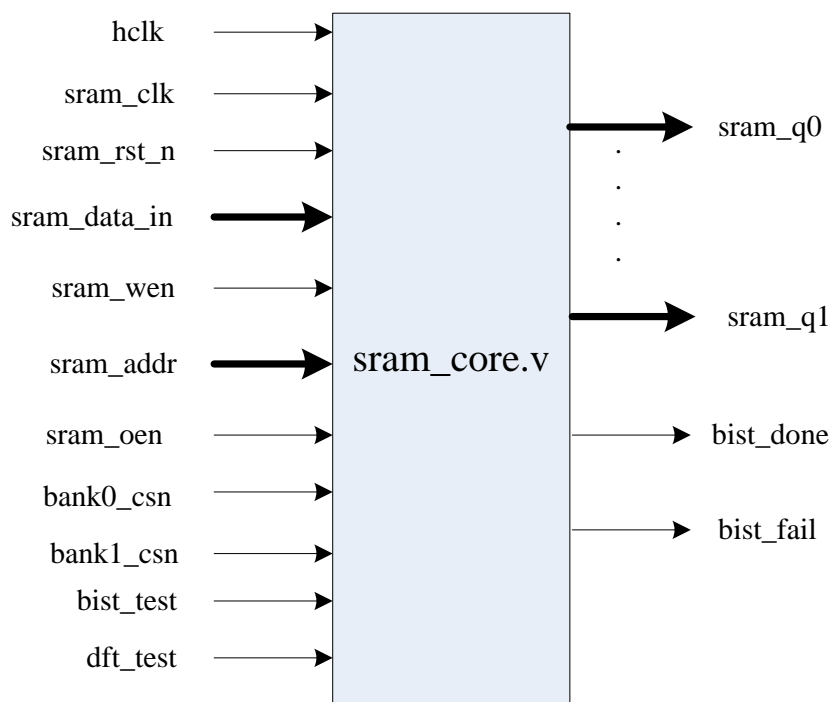

图 4 SRAM Core 框图
- (2) 4 块 SRAM 实例化后的 bank 模块，如图 4 所示：sram_core.v。该模块受 SRAM 控制器控制，需要重点注意的每块 sram 的片选由图 1 中 sram_csn[3:0]中的值和 haddr_reg[15]的值决定的。